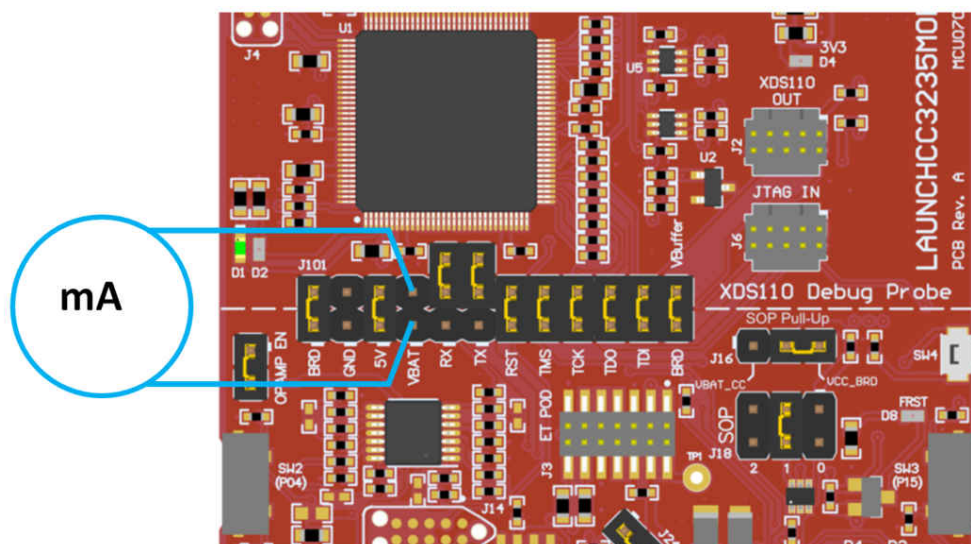

图 4-2. 低电流测量
1. 拆下 J101 隔离块中的 VBAT 跳线，并在该跳线上连接一个电流表。请参阅图 4-2。